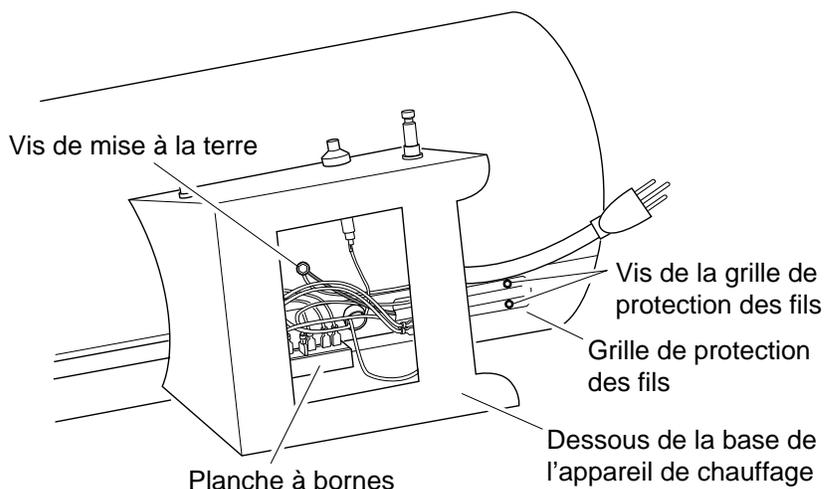

Figure 6 - Emplacement de la vis de mise à la terre et de la grille de protection des fils
1. Atteindre la vis de mise à la terre à travers le dessous de la base de l'appareil de chauffage et l'enlever. Déconnecter le fil vert du moteur et le fil vert du cordon d'alimentation du dessous de la base de l'appareil de chauffage (se reporter à la figure 6).
2. Enlever les fils bleu, blanc et jaune du moteur de la planche à bornes (se reporter à la figure 6).
14. Retourner l'appareil de chauffage sur le côté pour accéder à l'ouverture située au bas de la base. Connecter le fil vert du moteur et le fil vert du cordon d'alimentation au boîtier de l'appareil à l'aide de la vis de mise à la terre (se reporter à la figure 6, page 12).
16. Attacher la grille de protection des fils au boîtier au moyen de deux vis (se reporter à la figure 6, page 12).